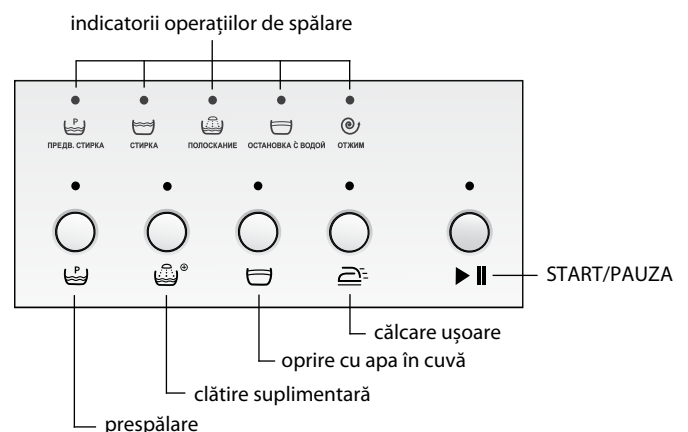

Figura 3 – Afișajul și butoanele de comandă
Fiecare buton are un indicator și este marcat cu simbol pe panoul de comandă, în conformitate cu Figura 3. Pentru a selecta funcția auxiliară dorită, apăsați butonul corespunzător.
1.4.1 Pentru a selecta funcția auxiliară, apăsați butonul corespunzător acestei funcții – se aprinde indicatorul în conformitate cu Figura 3. La apăsare repetată, indicatorul de lumină se stinge, funcția se anulează.